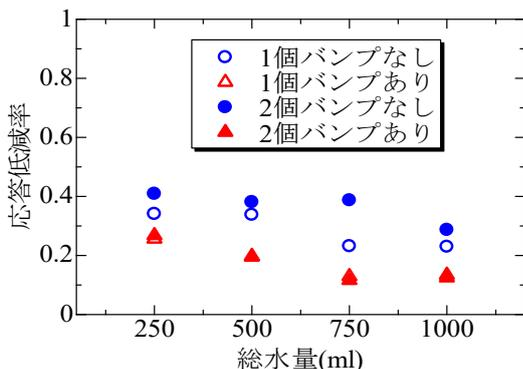

図4 バンプの有無と総水量に対する応答低減率
- 基本模型に対して、応答低減率は4割以下であり、水の量が増えるほど、またバンプなしよりバンプありの方が応答低減率は75~56%程度低くなることが分かった(図4)。